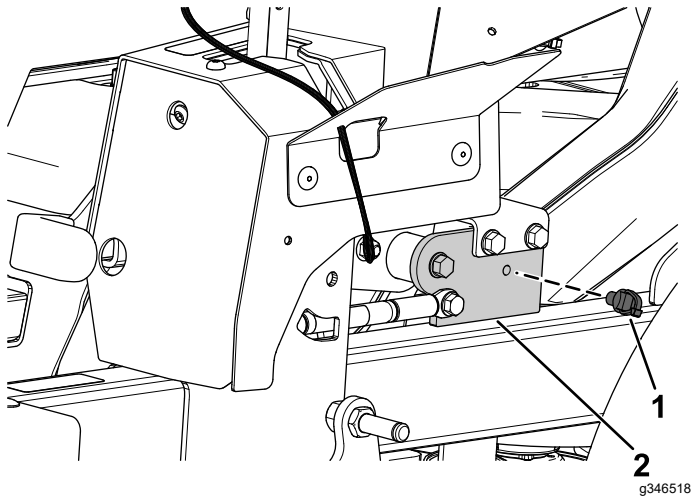

Figura 12
1. Montate il dispositivo di fissaggio anteriore a pressione nella staffa della leva del freno di stazionamento (Figura 12).